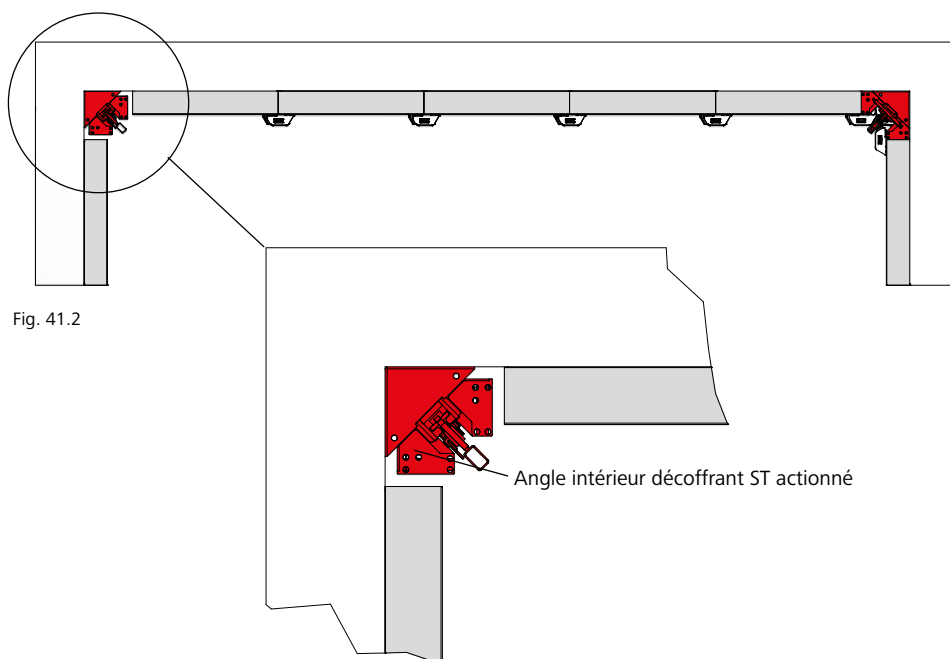

Fig. 41.2
2. Actionner l'angle intérieur décoffrant ST (Fig. 41.2 et pages ST/AS38 à ST/AS40).